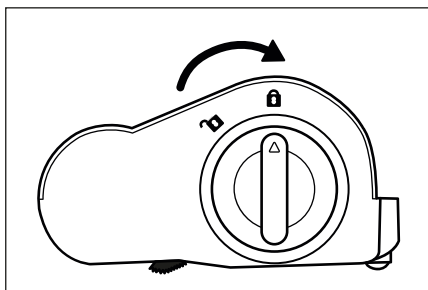

Fig. 29
- 5) Sæt børsterullen **20** ind i gulvbørsten **21** og drej oplåsningen til børsteholderen **19** i retning af symbolet **18** (luk) (se fig. 29).